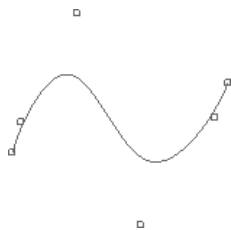

图 3.2.20 开放的（显示控制点）
- ◆ 选取 **Open End with Control Points** 选项，则此时的样条如图 3.2.20 所示。